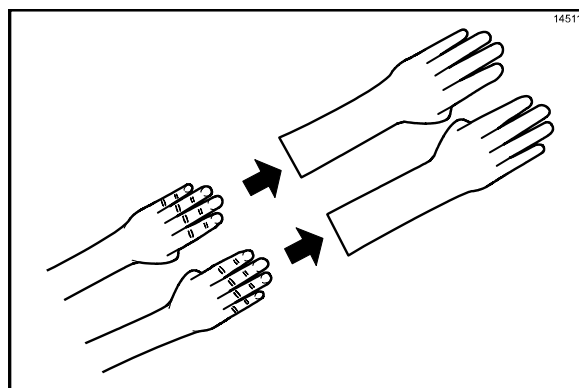

Figure 80
6. Mettre des gants résistants à la chaleur (Cf. Figure 80).